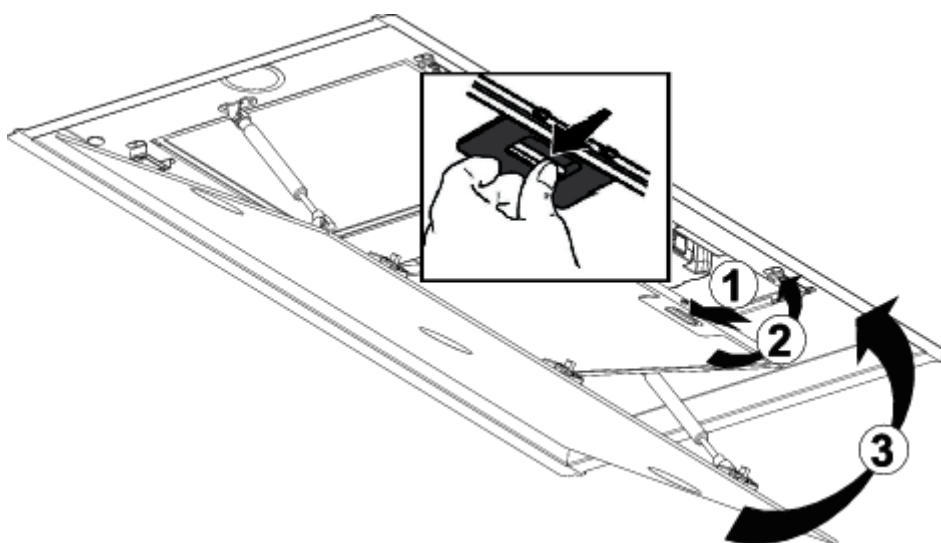

Fig. 6: Colocación de los filtros de aceite metálicos
Coloque el filtro de aceite metálico en el producto y abra el bloqueo del filtro ( Fig. 6/1)
12. Montar el filtro de aceite metálico ( Fig. 6/2)
13. Cierre el aspirador lateral ( Fig. 6/3).